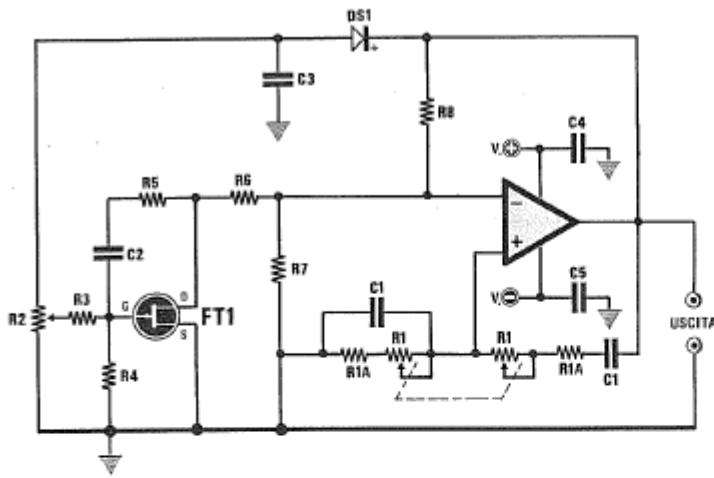

Fig.58 Schema di un oscillatore a PONTE di WIEN da utilizzare per una alimentazione DUALE.
Volendo realizzare un **oscillatore variabile a ponte di Wien più raffinato, che mantenga costante l'ampiezza del segnale generato al variare della frequenza**, consigliamo di scegliere lo schema elettrico riportato nella fig.58, dove viene utilizzato oltre un operazionale anche un FET.
V. Il trimmer R2, collegato tramite la resistenza R3 sul Gate del fet FT1 (vedi fig. 58), serve per far innescare l'oscillatore e per ridurre al minimo la distorsione in uscita.